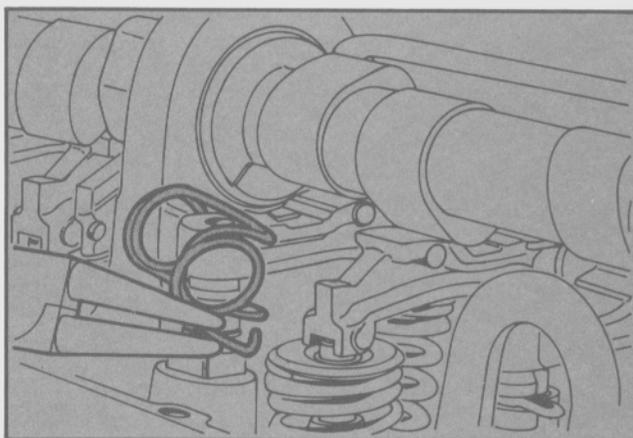

Fig. 97 - Desmontaje de los muelles de retención de los balancines
- Destrobar los muelles de retención de los balancines (Fig. 97).